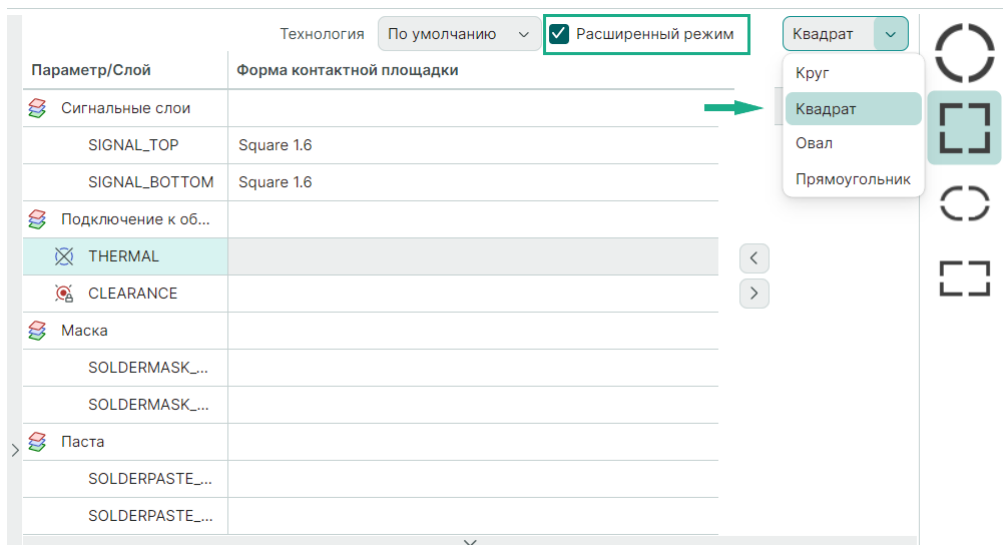

Рис. 62 Выбор формы термобарьера
3. Выберите форму термобарьера из существующего перечня в правой части окна или из выпадающего списка, см. Рис. 62.